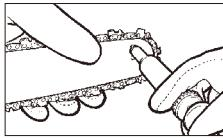

Fig. 20
4. Sätt in fettsprutans (tillval) spets i smörjhållet och spruta in fett till det kommer ut på kedjekransspetsens utsida (Fig. 20).